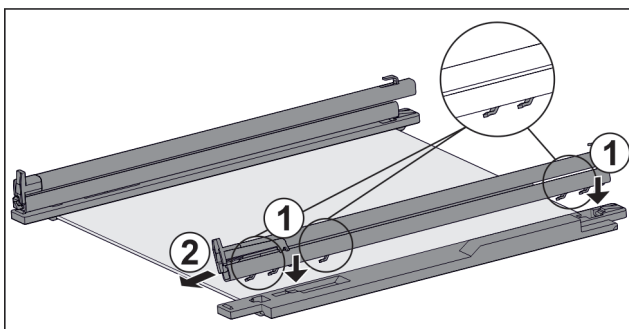

Fig. 57 Placa de vidrio con guías y piezas de sujeción
- ▶ Coloque los ganchos de la guía en las aberturas de la pieza de sujeción **izquierda**. Fig. 57 (1)
- ▶ Tire de la guía hacia delante. Fig. 57 (2)
- ▶ Coloque los ganchos de la guía en las aberturas de la pieza de sujeción **derecha**. Fig. 57 (1)